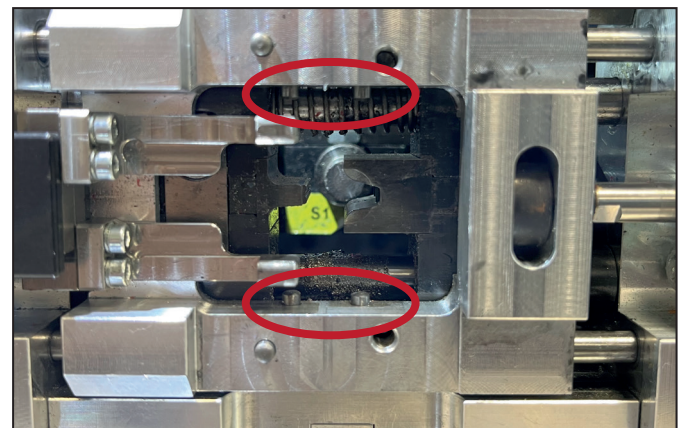

Bild 6.4 Hülsenaufnahme wechseln
- ▶ Setzen Sie die Hülsenaufnahme des Umrüstsatzes ein. Achten Sie darauf, dass die Hülsenaufnahme passgenau über den Führungsstiften sitzt, siehe Bild 6.4.